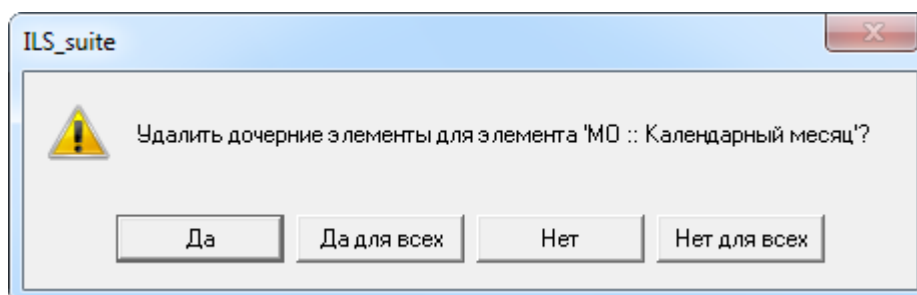

Рис. 11-8 – Вопрос об удалении «дочерних элементов» ресурса из базы данных
7) Для отказа от удаления нажать «Нет». Для того чтобы продолжить удаление, нажать «Да». В этом случае появится диалоговое окно с вопросом, удалять ли «дочерние элементы» ресурса из базы данных (рис. 11-8).